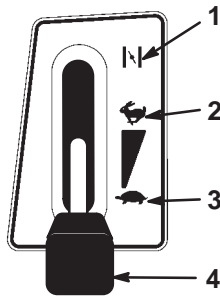

Figure 8
5. Placez la manette d'accélérateur en position de starter (Fig. 8).
7. Lorsque le moteur a démarré, amenez progressivement la manette d'accélérateur en position de régime maximum (Fig. 8). Si le moteur cale ou hésite, ramenez la manette d'accélérateur en position de Starter pendant quelques secondes, puis placez-la en position de régime maximum. Répétez l'opération si nécessaire.
1. Placez la manette d'accélérateur en position de ralenti (Fig. 8).